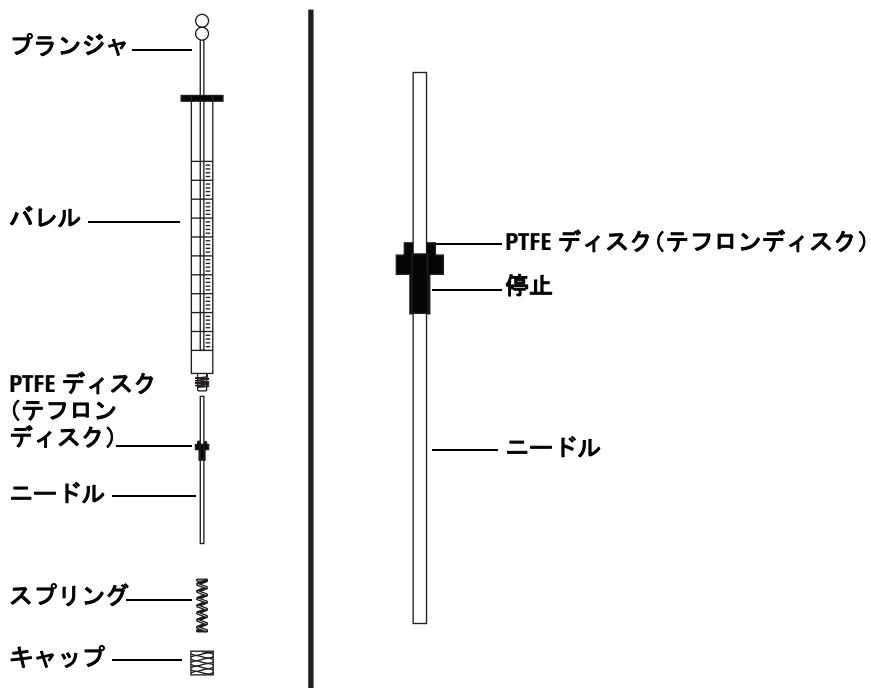

図 76 シリンジの部品
ニードルをシリングバレルに挿入するには（図 76）：
- 2 ニードルにテフロンディスク（図 76）があることを確認します。シリングバレルにテフロンディスクがない場合は、シリングボックス内の説明書に従って、ニードルを自分でラップします。